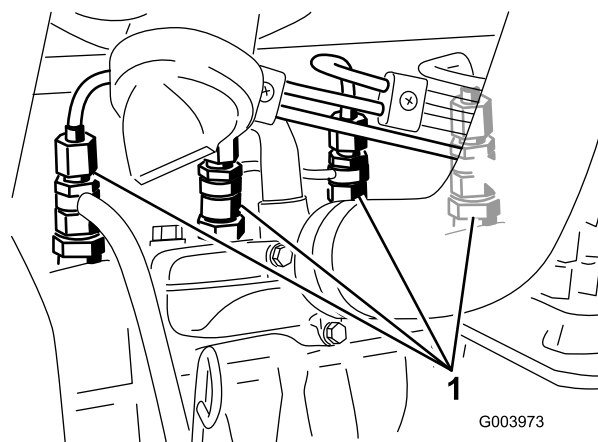

Figura 32
1. Afloje la conexión entre el tubo y el conjunto de boquilla y soporte N° 1 (Figura 32).